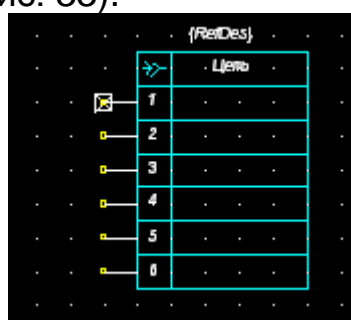

Рис. 33 Символ разъема
10.16Создайте символ с шестью контактами и выводами справа от разъема (рис. 33).